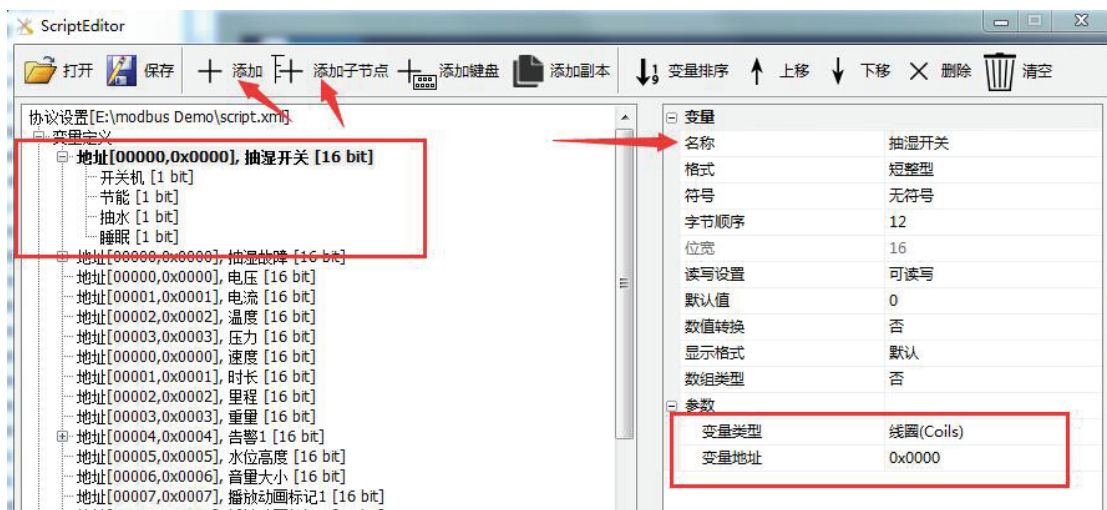

图 4-8 新建线圈变量
1、添加变量：创建“抽湿开关”变量，添加子节点“开关机”，变量类型设置为“线圈”，配置变量地址为0x0000，如图 4-8所示；